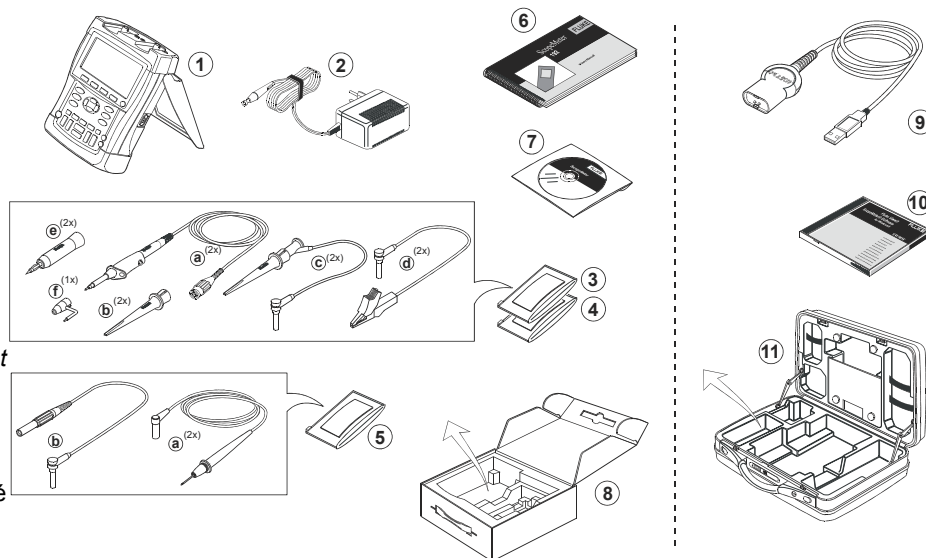

Figure 1. Kit testeur ScopeMeter
- **Ne connectez pas le ressort de masse (figure 1, élément f) à des tensions supérieures à 42 V crête (30 Vrms) par rapport à la terre.**